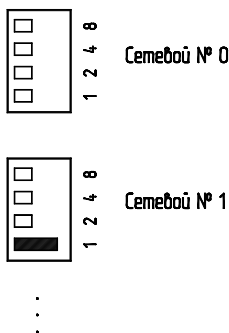

Рис. 7.1. Задание сетевого номера Контроллера в шине расширения
2. Для исполнений БАЗИС-ПВ.44 и БАЗИС-ПВ.48 установить с помощью штыревого переключателя сетевой номер (в двоичном формате) в шине (рис. 7.1).